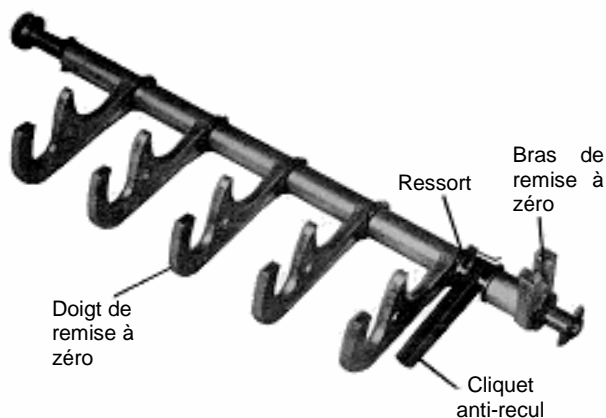

Figure 18. Préparation pour montage de l'axe du doigt de remise à zéro
a. Tourner le cliquet anti-recul afin que le ressort mette le cliquet sous tension. Mettre une bande élastique sur les doigts de remise à zéro et le cliquet pour maintenir le cliquet en position. Voir figure 18.